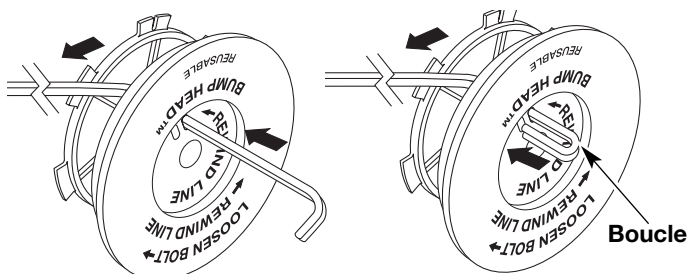

Fig. 33
- Découpez environ 3 m (10 pi) de fil neuf. Insérez une extrémité de fil dans l'un des deux trous du moulinet intérieur (Fig. 33). Tirez le fil jusqu'à ne laisser que 10 cm (4 po) environ.
- Insérez l'extrémité du fil dans le trou ouvert du moulinet et tirez sur le fil pour que la boucle soit le plus petit possible (Fig. 33).